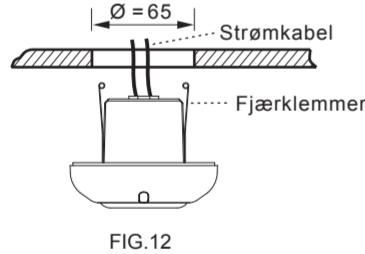

FIG.12
4.4.2.4 Legg sammen detektoren til fjærklemmer og sett inn detektoren i hullet i taket (se FIG.12).